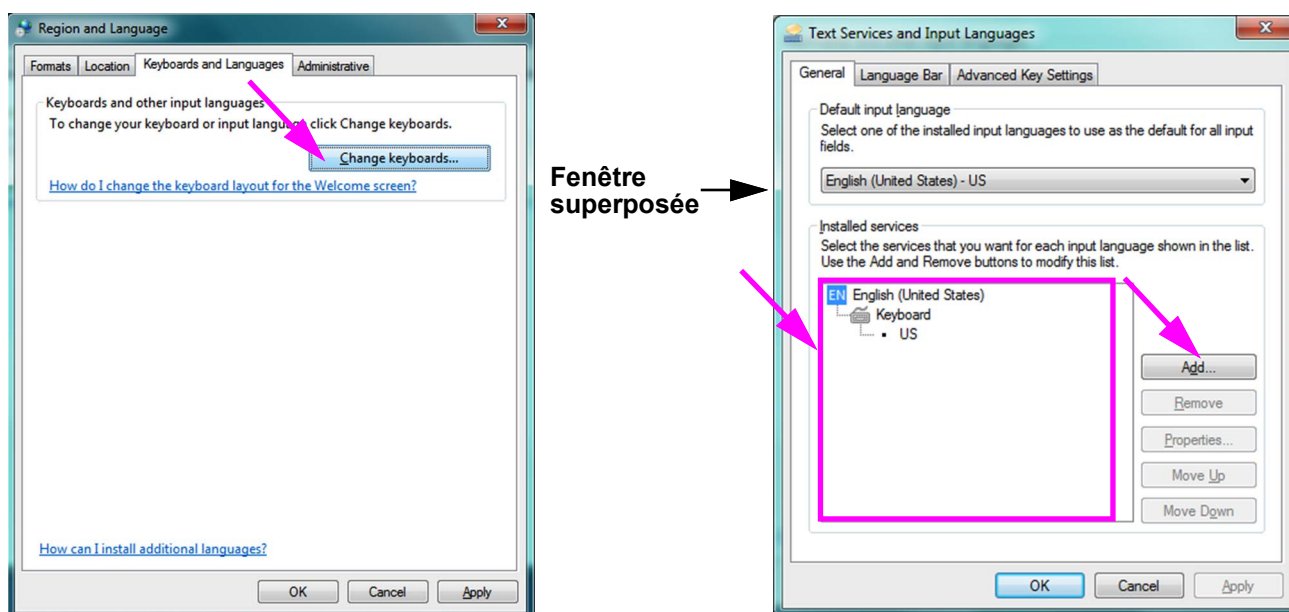

Figure C-8. Écrans Region and Language (Région et langue) et Text Services and Input Languages (Services de texte et de langues)
2. Lorsque l'onglet Keyboards and Languages (Claviers et langues) apparaît, cliquez sur le bouton **Change Keyboards...** (Changer de clavier...) (cf. Figure C-8). Une fenêtre superposée apparaît, énumérant les Installed Services (Services installés) (à savoir, les claviers de langue disponibles).
Si la langue souhaitée n'existe pas dans la boîte Installed Services (Services installés), cliquez sur le bouton **Add (Ajouter)** (cf. Figure C-8).